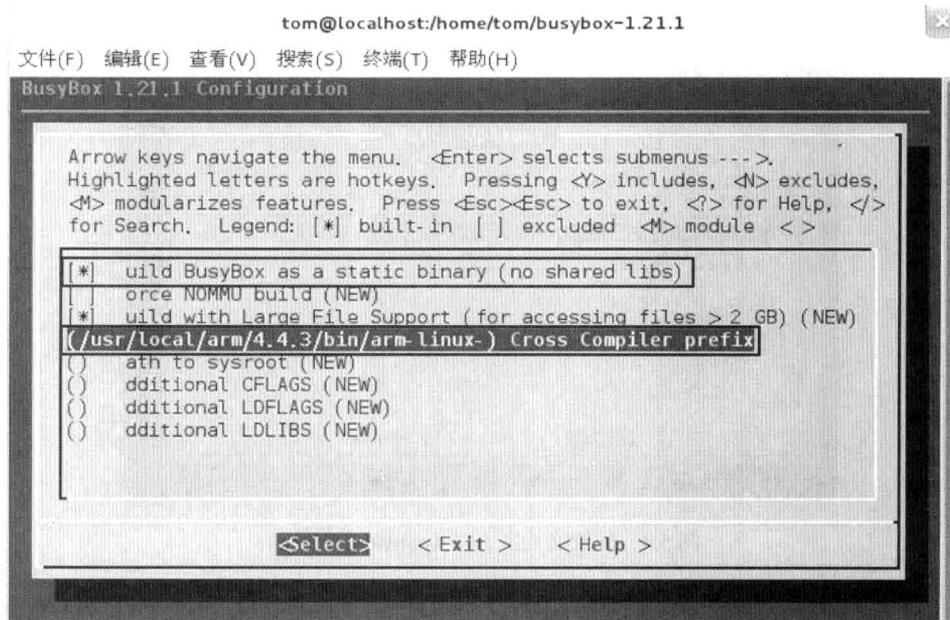

图 5.2 设置编译选项 Build Options
(1) 进入配置界面后，依次选择 Busybox Settings-->Build Options-->，在该窗口中设置将 Busybox 编译成静态库，选择交叉编译器，如图 5.2 所示。